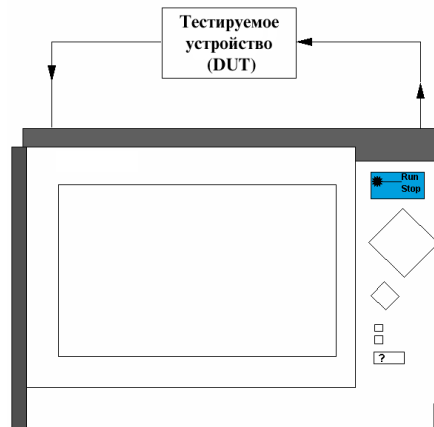

Рис. 68 Положение кабеля при измерении вносимых затуханий
- Подсоединение оптоволоконка** 5 Подсоедините выходные соединители к модулю и submodule измерителя мощности. Подключите к модулю и submodule оптоволоконный кабель (Рис. 68, первая иллюстрация).
- Подключение измеряемого устройства** 10 Подключите измеряемое устройство между источником излучения и измерителем мощности (Рис. 68, вторая иллюстрация).